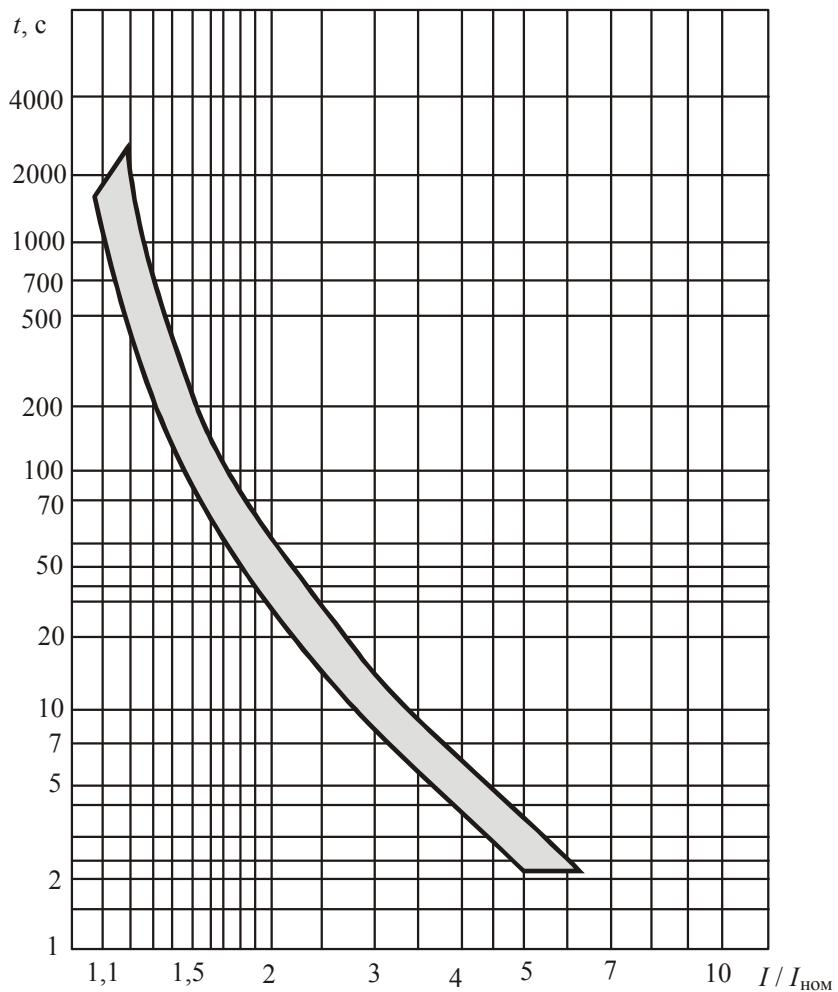

Рис. 2.94. Времяточевые характеристики отключения теплового расцепителя выключателя BA16
*Автоматические выключатели серии BA16* (табл. П1.1) выпускаются на номинальные токи 6,3; 10; 16; 20; 25 и 31,5 А. Номинальные уставки по току срабатывания электромагнитного расцепителя соответственно равны 95; 140; 225; 280; 350 и 440 А. Защитная характеристика теплового расцепителя приведена на рис. 2.94.